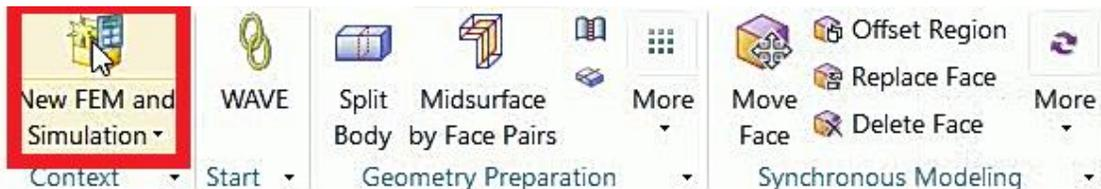

Figura 5.20 Menú, **New FEM and Simulation**.
- Al cambiar el menú, dar click en **New Fem & Simulation** que se encuentra en la esquina superior izquierda (Figura 5.20).